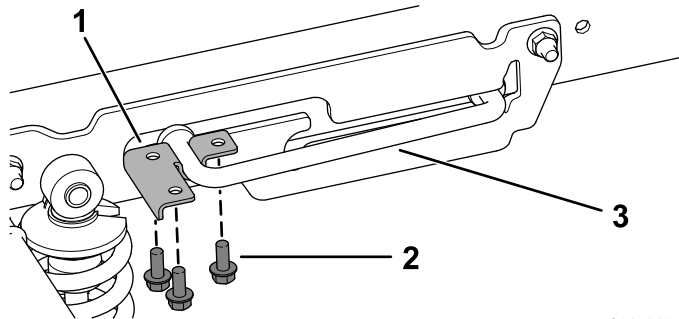

Bild 2
2. Entfernen Sie die drei Bundkopfschrauben ($5/16'' \times 3/4''$) sowie die Stützstange und die Stützstangenhalterung (Bild 2).